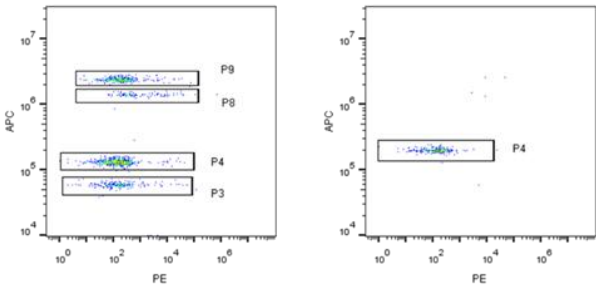

图 2
- 3) 分别在 PE（X 轴）-APC/PE-Cy7/PE-Cy5（Y 轴）对数散点图内分析“Gate1”和“Gate2”，保证所有微球群位于坐标轴内。调节 APC/PE-Cy7/PE-Cy5 通道电压，使各个散点图内微球分群清晰，如图 2（左图为 Gate1 分析图，右图为 Gate2 分析图）。